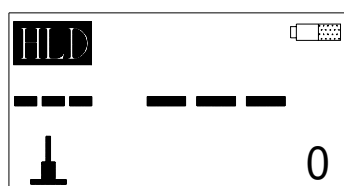

图 6
在测量界面下，按 ② 键，硬度制会以反白显示，此时按 ④ 键进行硬度选择，直至显示所需硬度制。如图 6。